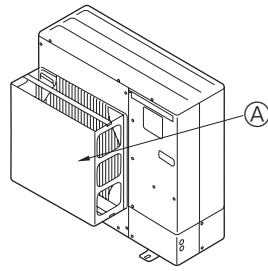

Fig. 2-3
- ② Installieren Sie eine als Sonderzubehör erhältliche Luftauslaßführung, wenn die Anlage an einem Aufstellort installiert ist, an dem die Gefahr besteht, daß starker Wind direkt in die Luftaustrittsöffnung bläst. (Fig. 2-3)